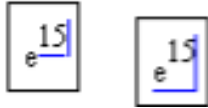

Рис. 2.3. Вплив розташування кутика на обчислення в Mathcad
5. Обчисліть e^{25} . Натисніть на панелі калькулятора кнопку « e^x ». В чорному прямокутнику верхнього індексу, що з'явиться наберемо число 25, натиснемо « \Rightarrow ». Велику роль в наборі чисел грає розташування кутика (на екрані – він голубого кольору). Наприклад (рис. 2.3), якщо кутик розташований, як показано в лівій частині рисунка, то будь-які знаки операцій (додавання, віднімання і т.п.) будуть додаватися до показника степеня, якщо ж кутик розташований, як показано в правій частині рисунка, то вони будуть додаватися до всього виразу.